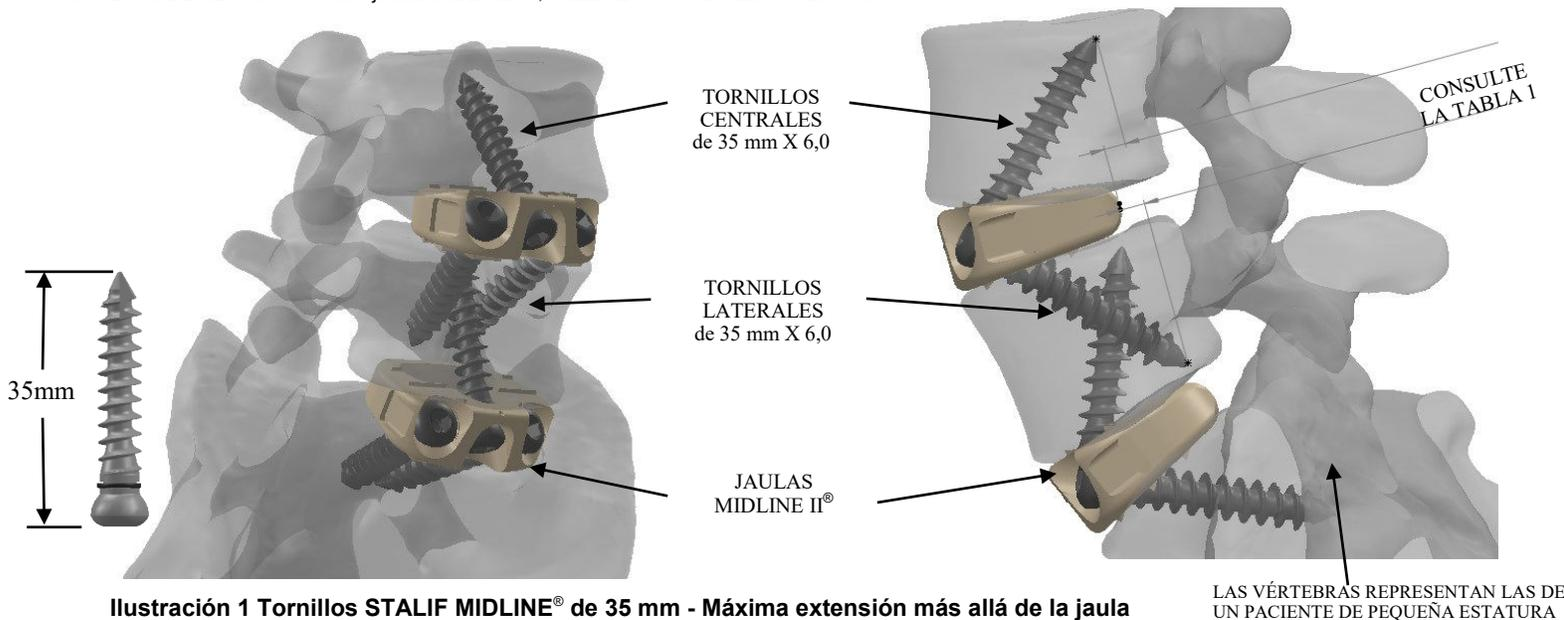

Ilustración 1 Tornillos STALIF MIDLINE® de 35 mm - Máxima extensión más allá de la jaula
- Se recomienda el uso de las jaulas MIDLINE II®, MIDLINE II-Ti®, and STALIF M FLX™ con tornillos de 25 mm o 30 mm de largo. Si la patología del paciente requiere tornillos de 35 mm, utilice métodos de obtención de imágenes para garantizar que solo se produce la fijación unicortical. Los tornillos STALIF MIDLINE® de 35 mm pueden extenderse más allá de la pared posterior de la jaula hasta un máximo, como muestra la ilustración 1. Los tornillos STALIF MIDLINE® de 35 mm no deben utilizarse con jaulas MIDLINE II®, MIDLINE II-Ti® o STALIF M FLX™ de 30 mm. Se debe tener precaución al usar tornillos STALIF MIDLINE® de 35 mm con jaulas MIDLINE II®, MIDLINE II-Ti® o STALIF M FLX™ de 33 mm.